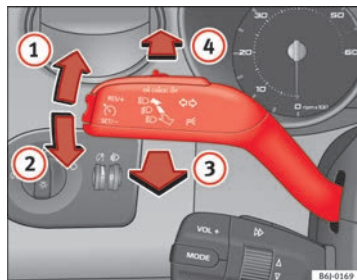

Fig. 59 Leva degli indicatori di direzione e degli abbaglianti
- Spingere la leva verso l'alto (fino al riscontro) ⇒ **fig. 59 ①** se si vuole mettere la freccia **a destra**; verso il basso **②** invece, per mettere la freccia **a sinistra**.